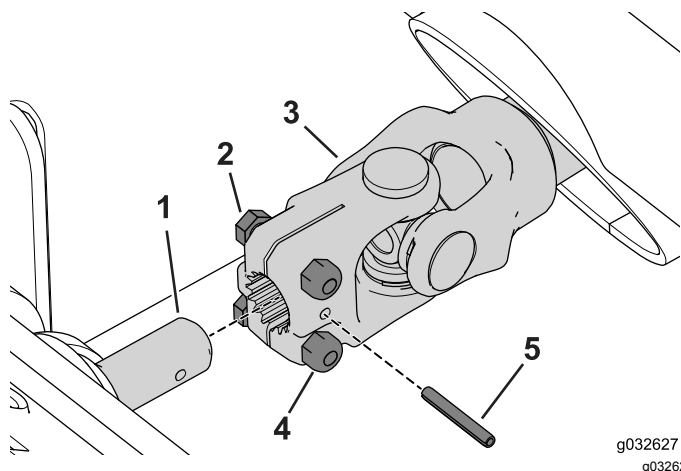

Figura 102
2. Retire o pino de segurança e desaperte os dois parafusos que prendem o veio propulsor ao eixo da caixa de velocidades (Figura 102).